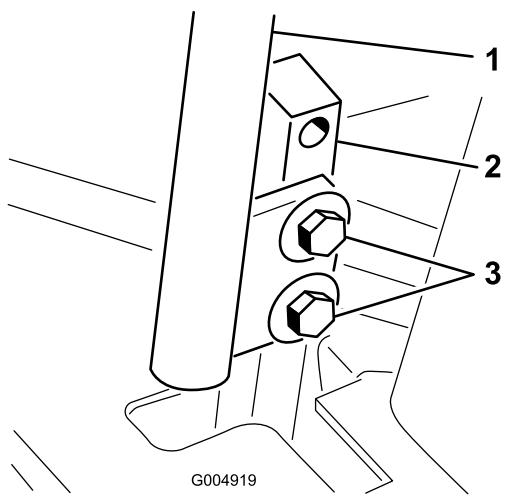

図 64
- コントロールレバーを固定しているボルトをゆるめる(図 64)。